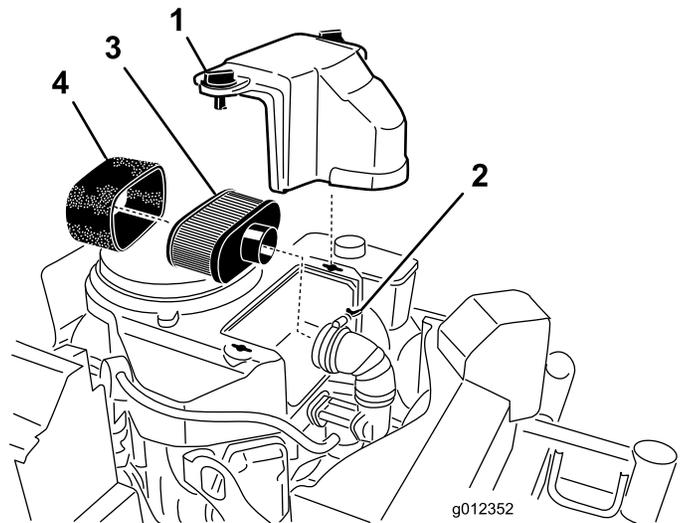

Figure 28
3. Nettoyez la surface autour du filtre à air pour éviter que des impuretés n'endommagent le moteur en tombant à l'intérieur (Figure 28).
4. Dévissez les boutons du couvercle et déposez le couvercle du filtre à air (Figure 28).
5. Dévissez le collier et déposez le filtre à air (Figure 28).
6. Sortez délicatement l'élément en mousse de l'élément en papier (Figure 28).
1. Ne nettoyez pas l'élément en papier, remplacez-le (Figure 28).
1. Glissez délicatement l'élément en mousse sur l'élément en papier (Figure 28).
2. Posez l'ensemble filtre à air sur sa base et fixez-le en place avec les 2 écrous à oreilles (Figure 28).
3. Mettez le couvercle du filtre en place et serrez le bouton (Figure 28).